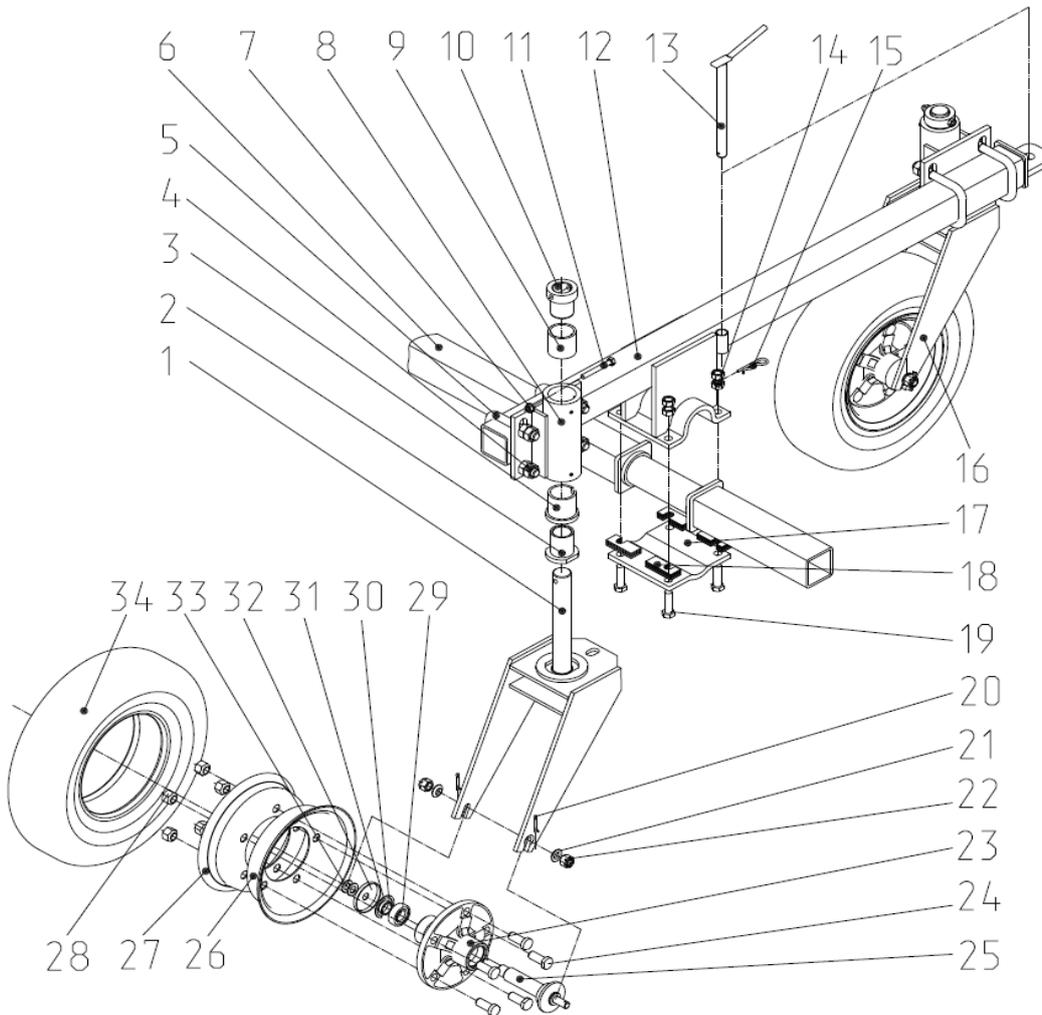

Рис.9 Блок боковых колес в сборе (правый)
2.1.6 Блок боковых колес (рис.9) состоит из коромысла 12, закрепленного на оси боковой балки 6 с помощью прижима 17 и болтов 14 с гайками 19. Для обеспечения гарантированного проворота коромысла на оси боковой балки между седлом коромысла и прижимом 17 устанавливается необходимое количество прокладок 18. В процессе работы прокладки убираются. На коромысле закреплены стаканы 8 скобами 5. В стаканы вставлены через втулки 2,3,9,10 осями вилки 1 флюгерных колес 16 и зафиксированы болтами 11 с гайками 7. На оси 25 на подшипниках 29 собрана ступица 23 со всеми сопутствующими деталями. На ступице смонтированы диски 26 и 27 с пневматическими шинами 34.
-отсоединять борону в рабочем положении от трактора без установленной задней выносной опоры 17 рис.1 в рабочем положении (см. рис.9).